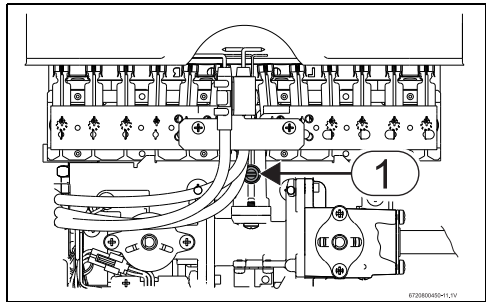

Fig. 14 Boquilla de medición para presión de toberas
- Aflojar tornillo para juntas (fig. 14, [1]).
- Conectar manómetro a la boquilla de medición para presión de toberas (→ fig. 14, [1]).